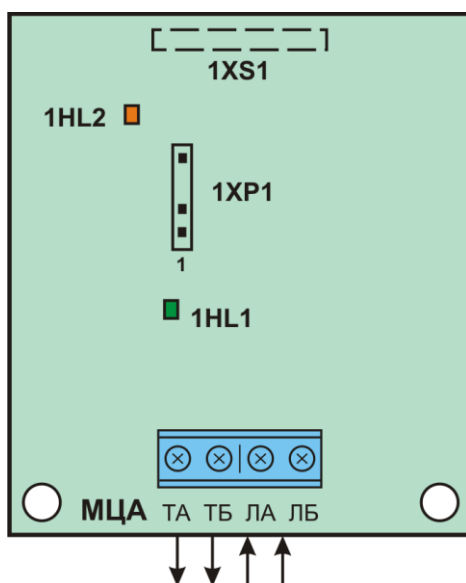

Рисунок 7.11 - Подключение входов и выходов МЦА
- Установить плату коммуникатора на плату БМК прибора, соединив разъем 1XS1 коммуникатора (рис. 7.11) с разъемом 3XP4 прибора (приложение Г, рис. Г.1) и зафиксировав платы между собой держателями.